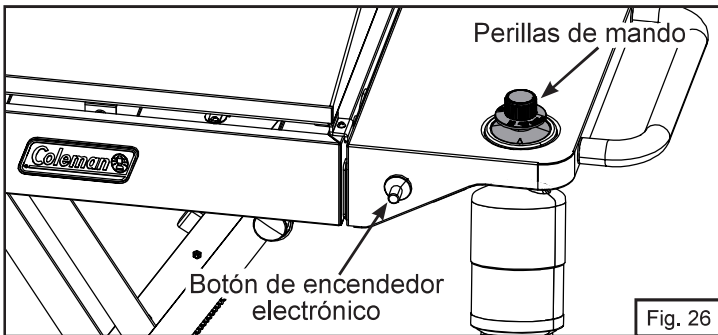

Fig. 26
1. Empuje y gire la perilla de mando 90 grados en sentido contrario al de las manecillas para abrirla, y luego oprima el botón del encendedor varias veces hasta que se encienda la hornalla (Fig. 26).